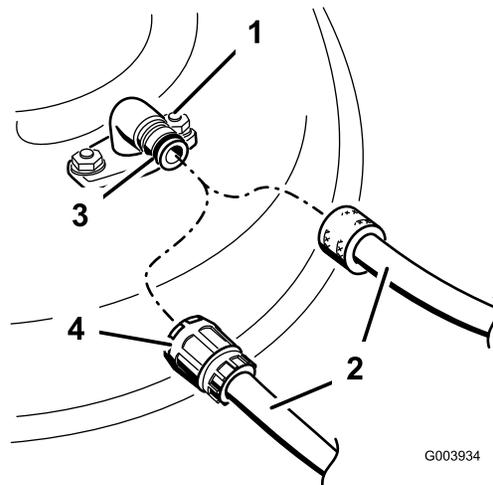

Figure 54
- Branchez le raccord du flexible au raccord de lavage du carter du tablier de coupe et ouvrez l'eau en grand (Figure 54).